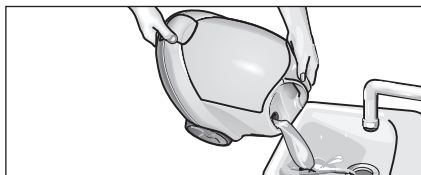

Fig. 12: Skylle vanntanken
- Fyll vanntanken med vann, og rist den kraftig (dette løsner kalkavsetninger i bunnen av tanken). Tøm deretter ut vannet ved å vippe maskinen mot hjørnet med påfyllingstrakten (se fig. 12).
- Tøm tanken helt for vann (se fig. 12).